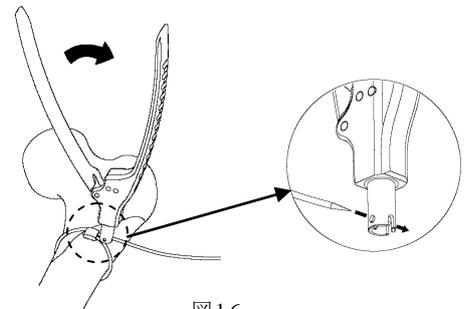

図 1-6
- 6) ケーブルカッター-Gの丸穴開口部よりケーブルを通し、U字溝へ案内させます。可能な限り締結器にケーブルカッターを寄せ、ケーブルを切断します。(図 1-6)